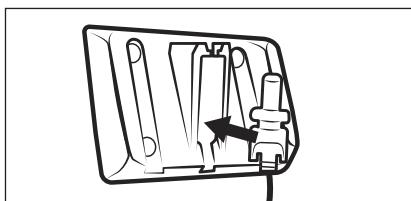

Fig. 4
- 1) Sæt hulstikket 11 til netadapteren 10 ind i vægholderen 18 (se fig. 4). Fastgør hulstikket 11 ved at dreje det.